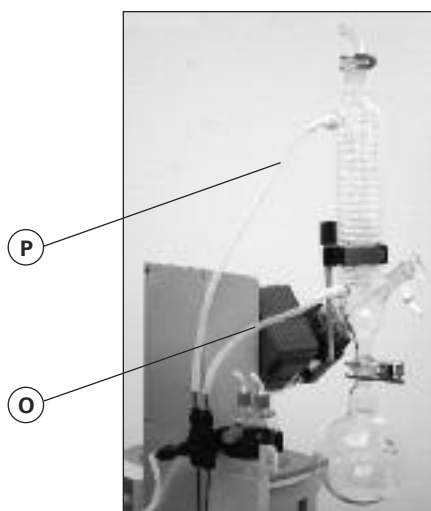

Fig. 17
- ☞ Schließen Sie die Wasserschläuche am Glaskühler an (Kurzer Schlauch (O) = Ablauf unten, langer Schlauch (P) = Zulauf oben) und fixieren Sie die Schläuche (Fig. 17).